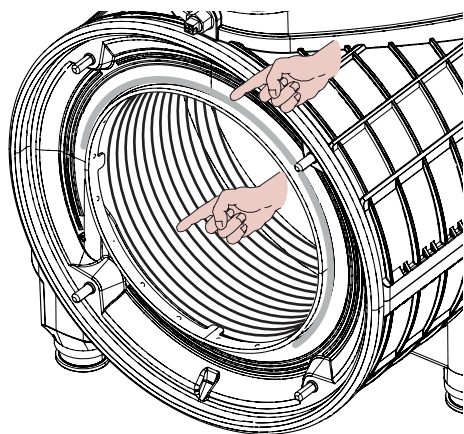

Figura 9.14
- La guarnizione in silicone della parete frontale della camera di combustione Figura 9.14 deve essere cambiata se deteriorata.